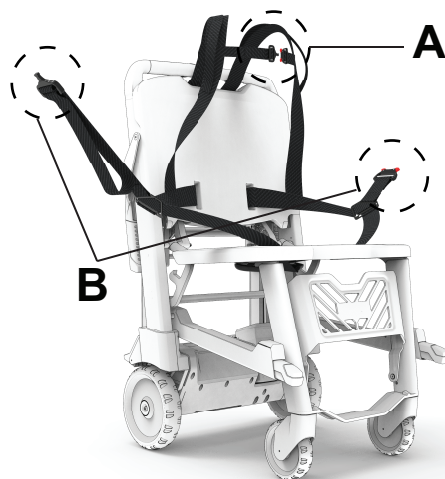

Figure 27 – Boucler les sangles de retenue des épaules et de la taille
9. Boucler les sangles d'épaule au niveau de la poitrine (A) (Figure 27).
10. Tirer la sangle de retenue au niveau de la taille sur l'abdomen/la taille du patient (Figure 27). Rallonger la sangle de retenue si nécessaire.